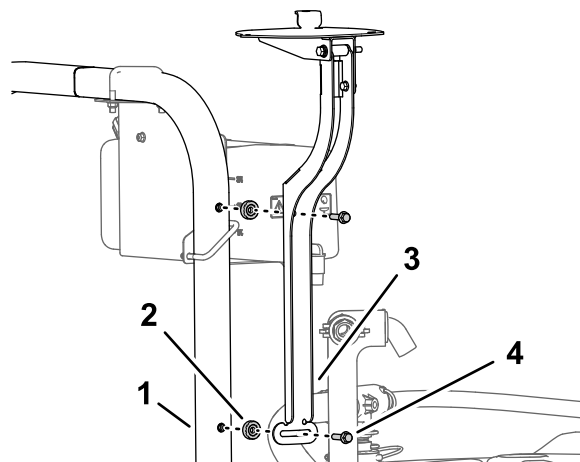

Figure 156
- Fixez le support du récepteur et l'entretoise (3/8" x 7/16") à l'arceau de sécurité avec le boulon à embase (3/8" x 1 1/2"), comme montré à la Figure 156.